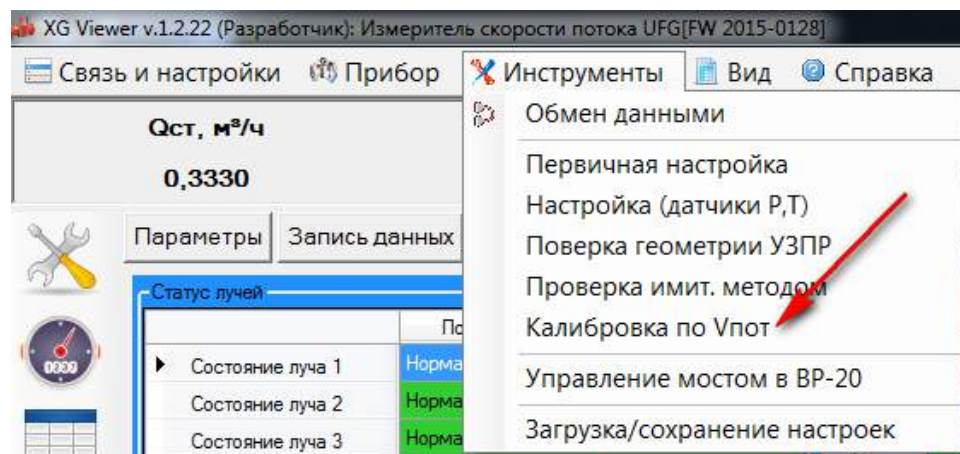

Рисунок 3.2
1) С помощью АРМ подключиться к первичному измерительному преобразователю UFG (к измерителю скорости потока). В меню «Инструменты» выбрать «Калибровка по скорости» (рисунок 3.2).